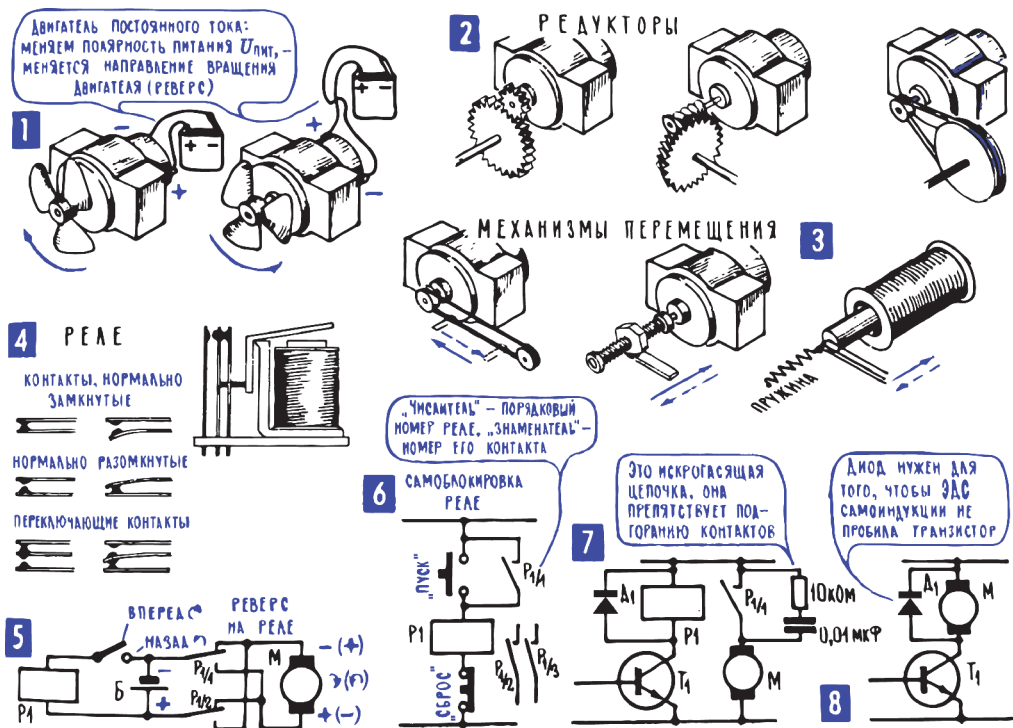

Рис. 15.2. Исполнительные механизмы и электромагнитные реле
4. *Исполнительные механизмы автоматов – двигатели, электромагниты, реле.* События во всех автоматах разворачиваются примерно по одному и тому же сценарию. Сначала собирается информация или извлекается программа из собственной памяти, или и то, и другое одновременно. Затем информация как-то преобразуется, перерабатывается, автомат принимает решение о том, что нужно делать при тех или иных сочетаниях сигналов, вырабатывает сигналы управления. И наконец, начинается само действие, само управление – по разным адресам рассылаются команды: «повернуть», «открыть», «передвинуть», «нагреть», «погасить», и, подчиняясь этим сигналам-командам, начинают действовать исполнительные механизмы и приборы (рис. 15.2): электродвигатель поднимает кабину лифта на заданный этаж; железные сердечники втягиваются в катушки с током и на заданное время открывают краны, через которые в стакан наливаются сироп и вода; включается электрический подогреватель холодильника, усиливается испарение теплоносителя, и в холодильной камере до заданного уровня понижается температура; электромагнит передвигает контакты мощных выключателей, и они сразу зажигают сотни фонарей уличного освещения.
Там, где нужно плавно регулировать работу исполнительного механизма (например, плавно менять обороты двигателя), часто используются транзисторные и ламповые усилители постоянного тока. Их главная особенность, как говорит само название, связана с тем, что сигнал управления может меняться очень медленно, и, чтобы усиливать такие очень медленно меняющиеся сигналы (их для образности называют постоянным током), из схемы исключают переходные конденсаторы (гл. 12; 11). Там, где на исполнительный механизм подаются дискретные, ступенчатые команды, такие, например, как «включить», «выключить», «сменить направление тока», в качестве усилителя сигналов чаще всего используют реле. Их существует несколько разных типов, а в радиолюбительских схемах автоматики чаще всего используются электромагнитные нейтральные реле постоянного тока³ (рис. 15.2; 4). Основа такого реле – электромагнит, катушка которого расположена на стальном сердечнике с почти замкнутой магнитной цепью. Когда по обмотке реле идет ток, то стальной якорь под действием магнитного поля притягивается к сердечнику, когда же ток прекращается, пружина отводит якорь обратно. Притягиваясь к сердечнику, якорь нажимает на пружинящие контакты и замыкает их или размыкает, в зависимости от устройства контактной группы реле.
У разных типов реле разное количество контактов. Есть контакты нормально замкнутые, при срабатывании реле они размыкаются, есть контакты нормально разомкнутые, при срабатывании реле они замыкаются, а есть и такие контактные группы, в которых происходит переключение контактов. Таким образом, реле, особенно многоконтактное, кроме того что оно усиливает сигнал, может еще и производить его определенную переработку (рис. 15.2: 5, 6) – перебрасывать ток из одной цепи в другую, направлять в общую цепь разные сигналы, распределять управляющие сигналы между разными исполнительными механизмами. Бывает так, что реле вводят в систему автоматического управления только для того, чтобы производить сложные переключения⁴, хотя, конечно, чаще используется основная профессия реле – их умение усиливать сигналы.
Когда мощности сигнала не хватает для срабатывания реле, его можно объединить с транзисторным усилителем (рис. 15.2; 7), а в некоторых случаях функции реле выполняет сам этот усилитель, работая в ключевом режиме: на входе одно из двух состояний «есть сигнал» или «нет сигнала», и на выходе соответственно «максимальный коллекторный ток» (режим насыщения) или «нет коллекторного тока» (режим отсечки). Транзистор, работающий в таком режиме, часто называют электронным реле (рис. 15.2; 8).